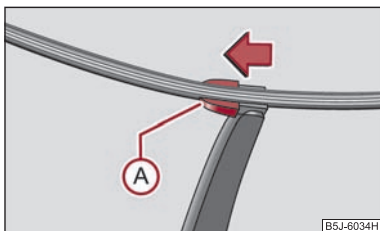

Abb. 47 Scheibenwischerblatt für Heckscheibe
- Klappen Sie den Scheibenwischerarm von der Scheibe ab und stellen Sie das Scheibenwischerblatt rechtwinklig zum Wischerarm ⇒ Abb. 47.
- Mit der anderen Hand entriegeln Sie die Sicherung (A) in Pfeilrichtung und nehmen das Scheibenwischerblatt heraus.